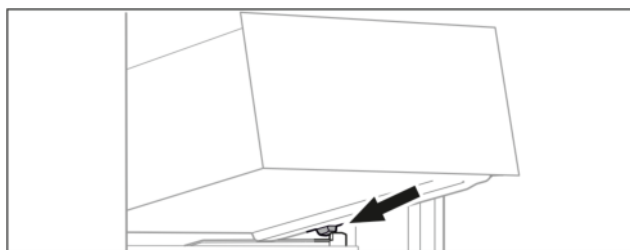

Fig. 100
- Schubfach schräg hinter den Stoppern auf Behälterrippe aufsetzen. (siehe Fig. 100)